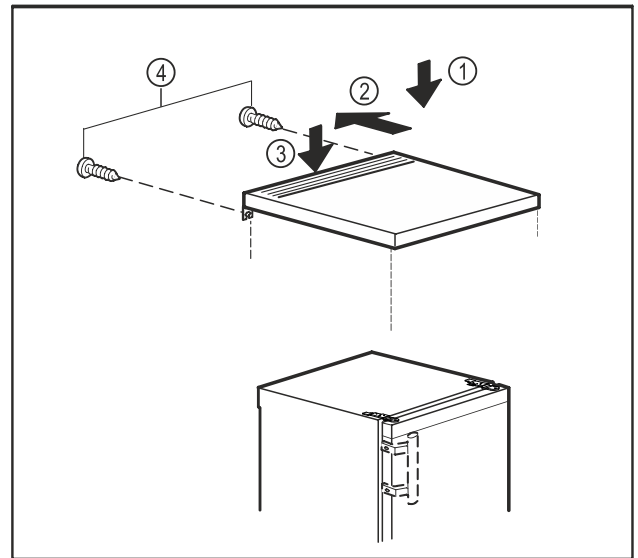

Fig. 11
- ▶ Поставете плота на масата върху уреда. Fig. 11 (1)
- ▶ Преместете плота на масата назад. Fig. 11 (2)
- ▶ Натиснете надолу плота на масата. Fig. 11 (3)
- ▶ Затегнете винтовете от задната страна. Fig. 11 (4)